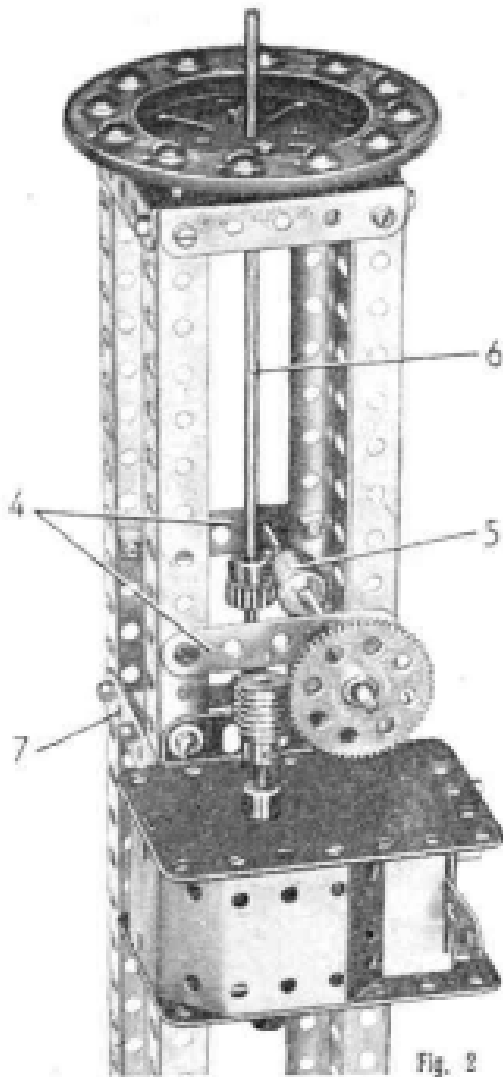

Fig. 2
Une plaque sans rebords de 6×6 cm. est boulonnée sur les cornières (3), et un moteur électrique Universel est fixé sur deux des cornières (2) comme le montre la figure 2